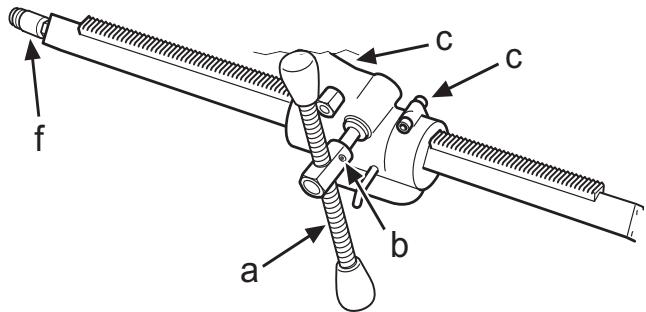

Fig.10
- Para trasladar la palanca de alimentación (a) al lado opuesto, aflojar el tornillo de fijación (b), fijación Allen de 6 mm (fig. 10).
- El huelego respecto a la columna de perforación se puede ajustar a un juego mínimo con 2 tornillos (c) (fig. 10).
- Para deslocar a alavanca de alimentação (a) para o lado oposto, afrouxar o parafuso de fixação (b), fixação Allen de 6 mm (Fig. 10).
- A folga em relação à coluna de perfuração pode ser ajustada a um mínimo, com a ajuda de 2 parafusos (c) (Fig. 10).
- To move the feed lever (a) to the opposite side, loosen the locking screw (b), 6 mm hex drive, (Fig. 10).
- The play on the drill column can be adjusted to a minimum with the help of 2 screws (c) (Fig. 10).